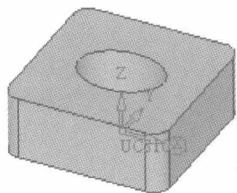

图 1-13
④【全局阴影】: 模型以着色方式显示, 可根据需要在不同的面上着上不同颜色, 如图 1-13 所示。